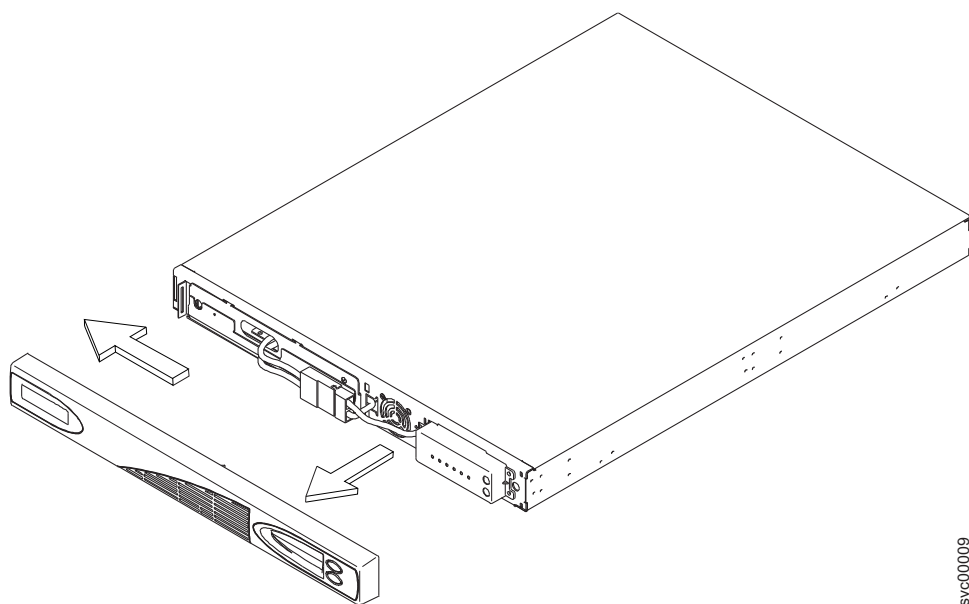

図 240. 2145 UPS-1U のフロント・パネルの取り外し
2. フロント・パネルの右側を引っ張って、パネルを 2145 UPS-1U の右中央セクションから取り外します。図 240 に示すように、フロント・パネルを左方に押して、パネル左端の留め金を解放します。